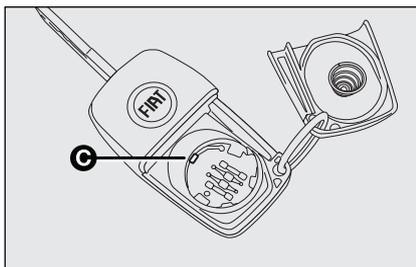

fig. 8
- la nuova pila va inserita sotto il dentino **C-fig. 8** di fermo; quindi riposizionare lo sportellino e premerlo fino a sentire lo scatto di bloccaggio.